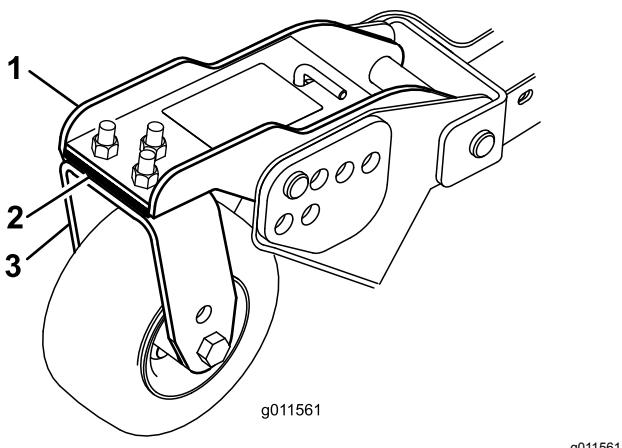

Figura 28
- Ajuste os calços de 3 mm na(s) forquilha(s) da roda giratória de forma que coincidam com altura de corte fixada no autocolante (Figura 28).